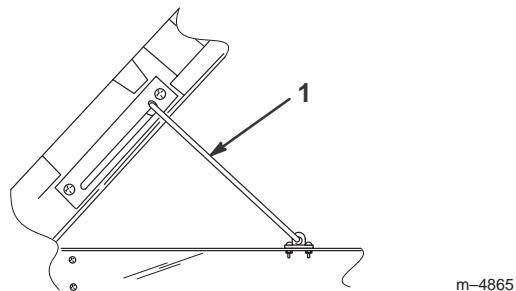

Figure 19
- Levez le plateau au maximum, puis descendez-le légèrement pour engager la béquille (Fig. 19).